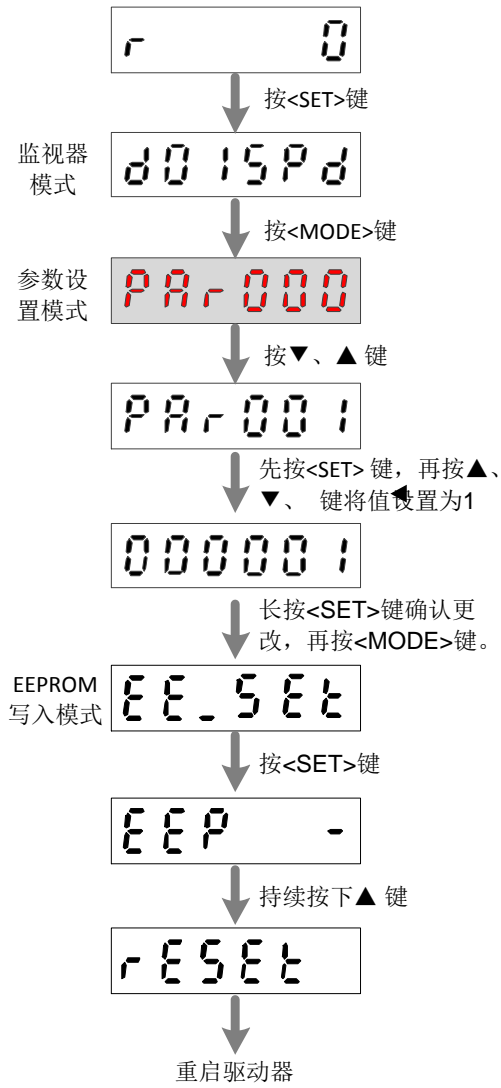

图 5-2 设置「Pr001」
1. 将参数「Pr001 控制模式设定」设置为“1 位置控制模式”，操作见图 5-2。